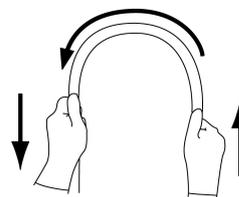

図2
- 3.挿入部を両手で持ち、全長にわたって図2に示すように順次半円の頂点をずらすように曲げたときに、適切な軟らかさを有しており、軟らかさが不連続になっているなどの異常がないこと。